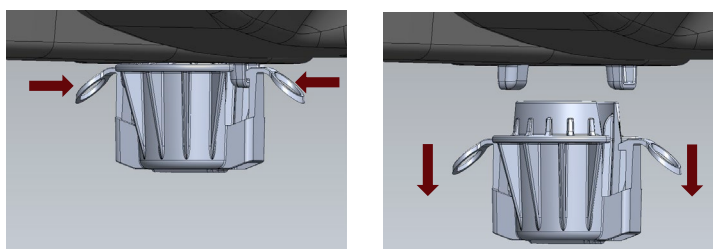

Fig. 29: Dépose des pieds amovibles
2. Déclipser les pieds situés sous les deux cuves tel qu'indiqué en Fig. 29. Ils peuvent être dirigés vers une filière recyclage du plastique.